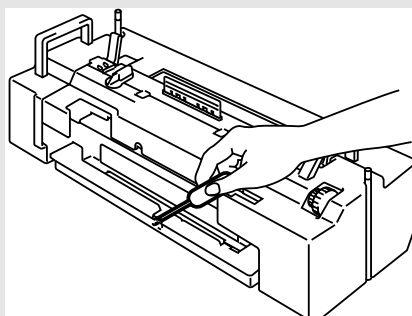

Abb. 5-51
- Fixier-Öl entnehmen und dann das verbleibende Öl mit der beiliegenden Spritze aus der Fixiereinheit entfernen. Wischen Sie das Öl, das nicht mit der Spritze abgesaugt werden konnte, mit einem Tuch wie in Abb. 5-51 gezeigt auf.